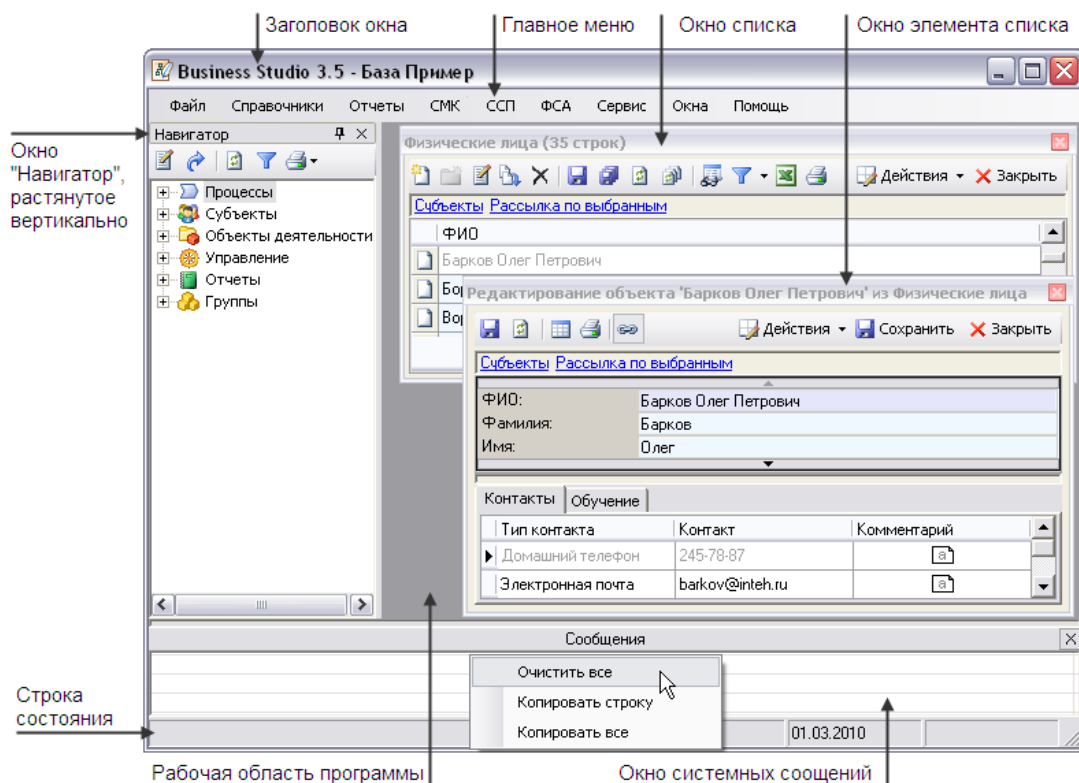

Рисунок 5 – Структура главного окна системы Business Studio 3.5
**Задание 4.** Изучите структуру главного окна системы Business Studio. Главное окно состоит из следующих основных элементов (рисунок 5):